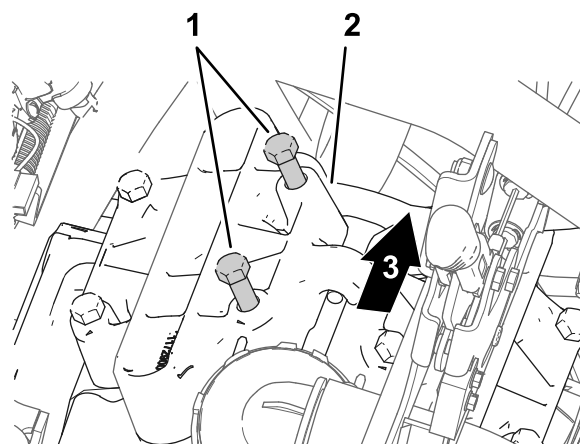

Рисунок 216
1. На головке насоса, находящейся в положении «на 11 часов», ослабьте 2 болта, как показано на Рисунок 216, чтобы получить зазор от 7 до 10 мм между головками болтов и насосом.